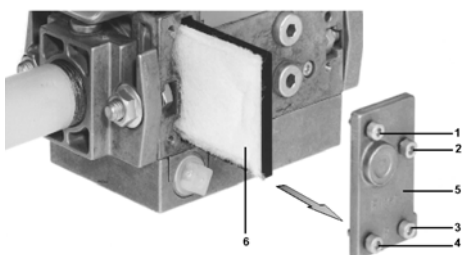

Fig. 25
- 2 Desenroscar los tornillos 1, 2, 3, 4 con la llave de macho hexagonal núm. 3, y retirar la tapa del filtro 5 (Fig. 25).